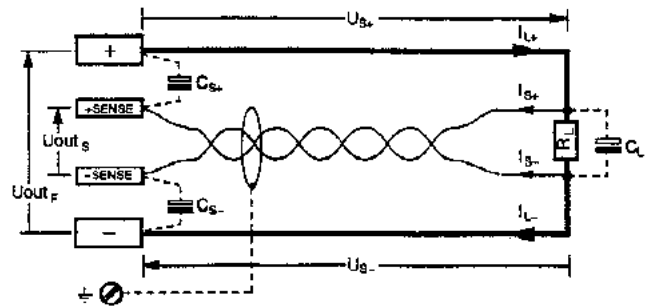

Bild 2.3 Lastanschluss mit Fühlerbetrieb
- Für den Betrieb mit Fühlerleitungen gelten die im **Bild 2.3** aufgeführten **Parameter** und **Grenzwerte**.
- Durch je einen Kondensator (C_{s+}, C_{s-}) zwischen **SENSE-** und **Ausgangsklemme** (siehe Bild 2.3) können Sie den **Regelschwingungen** entgegenwirken.